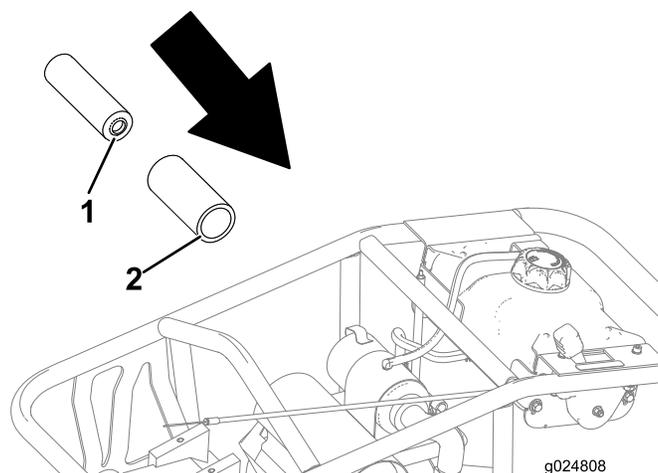

Figure 19
10. Posez les éléments du filtre à air et vérifiez qu'ils sont correctement positionnés (Figure 19).
**Important:** Assurez-vous que le côté ouvert des éléments du filtre à air sont orientés vers l'intérieur, c'est-à-dire vers la machine; en effet, la machine ne fonctionnera pas si les éléments ne sont pas orientés correctement en raison de la restriction d'air (Figure 19).